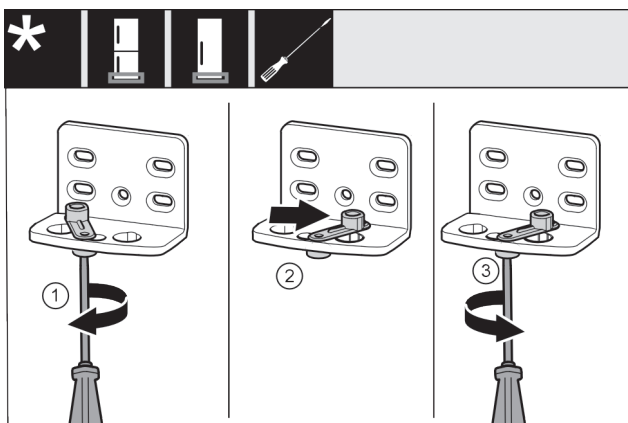

Fig. 13
- Odvijačem labavo uvrnite vijak Fig. 13 (1).
- Podignite pomagalo za zatvaranje vrata Fig. 13 (2) i okrenite ga za 90° nadesno u provrt.
- Odvijačem pritegnite vijak Fig. 13 (3).